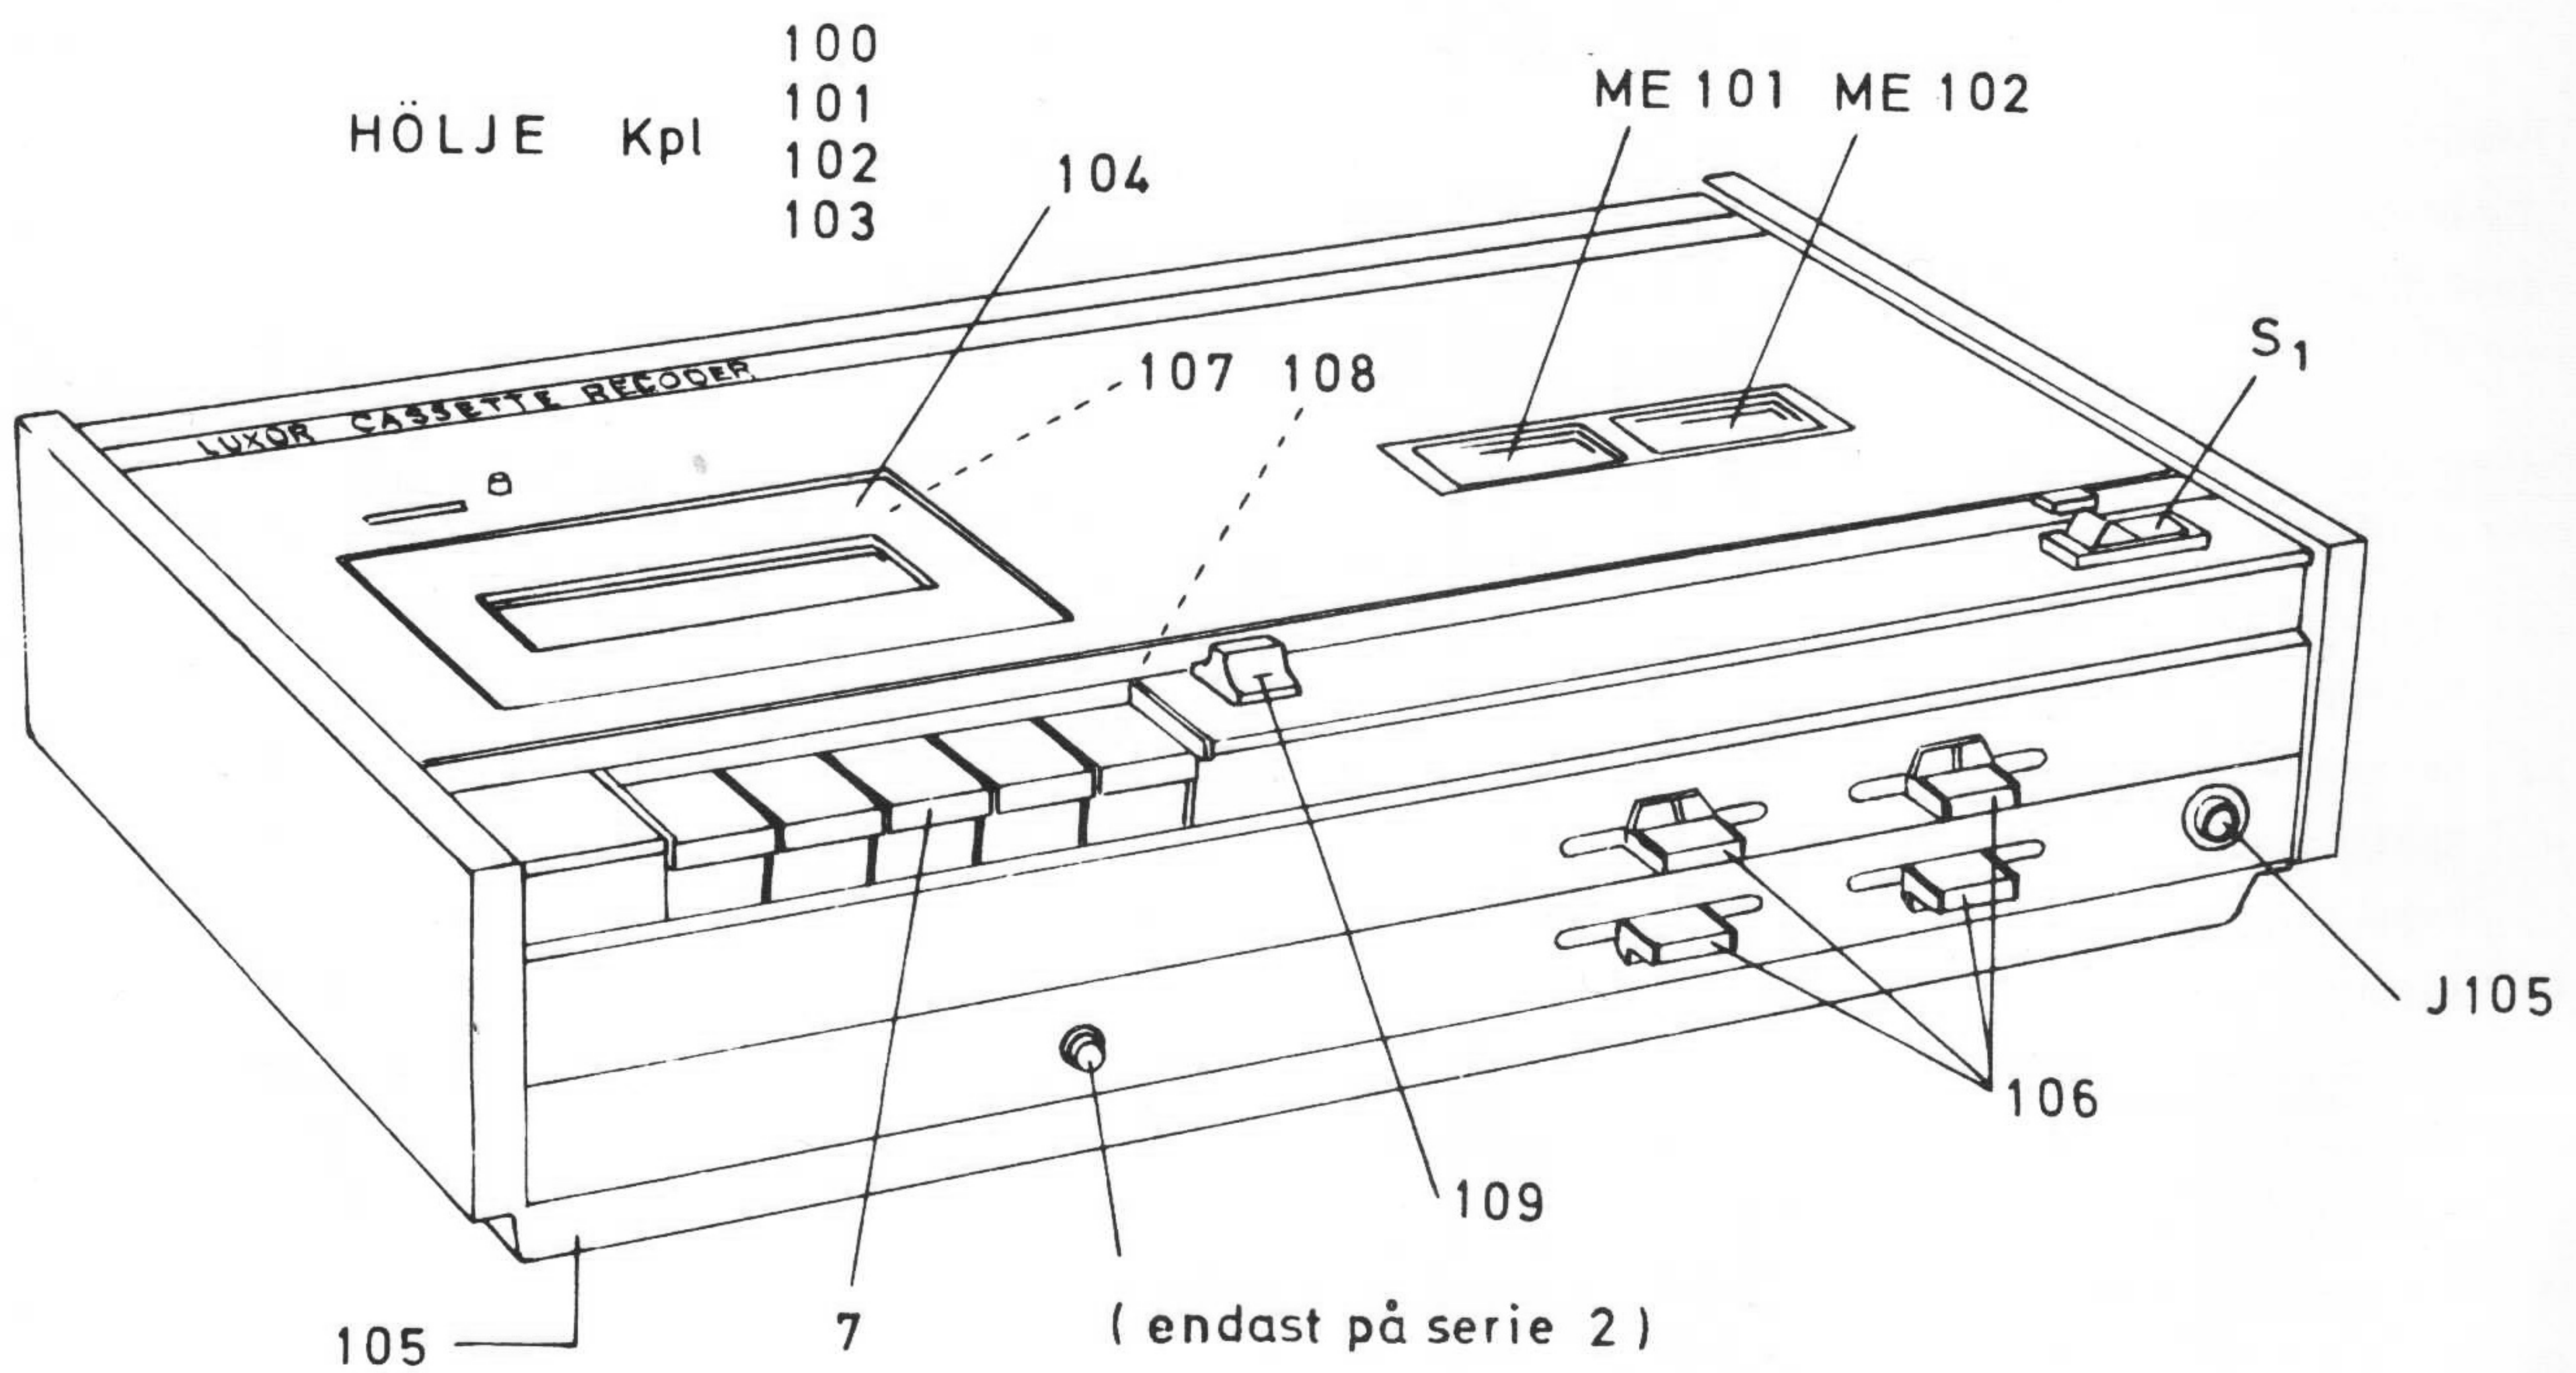

Fig. 2
1. Tag bort botten till höljet pos. 105 fig. 2 genom att borttaga de fyra skruvar, som håller botten.